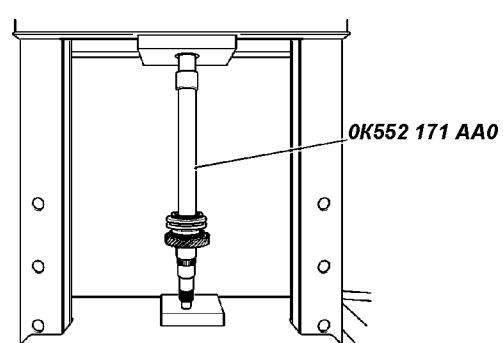

Рис. 6.24. Установка ступицы синхронизатора 5-ой передачи и заднего хода
3. При помощи приспособления SST (0K552 171 AA0) установите ступицу 40 в сборе, муфту синхронизатора 5 передачи и заднего хода, как показано на рис. 6.24.